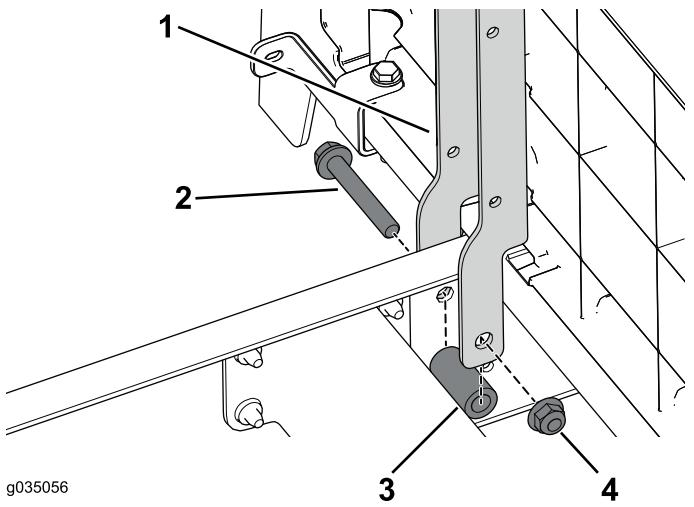

図 92
1. 左右の座席サポートを車両前部に固定するボルト3/8 x 2-1/2インチ2本、スペーサ、フランジナットを使う図92。